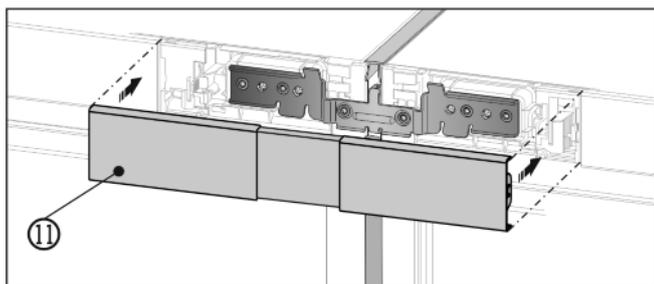

Fig. 15
- Innestare la copertura Fig. 15 (11) superiore sull'interstizio ancora aperto delle due mascherine dei pannelli comandi. Prestare attenzione che i lati esterni della copertura siano a filo con le mascherine dei pannelli comandi.